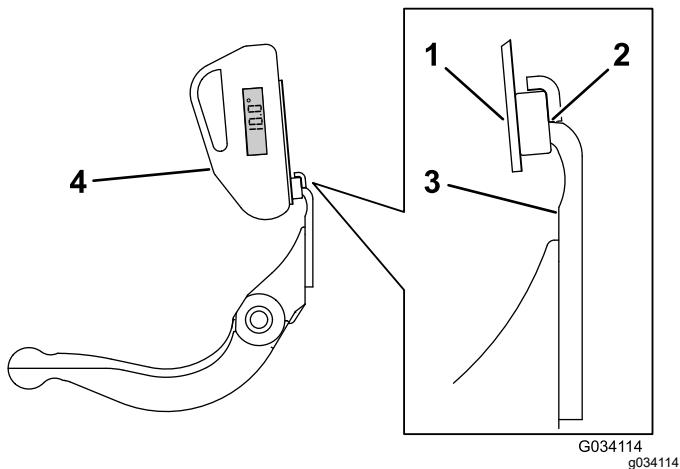

Figura 28
4. Posizionate il supporto del goniometro sul tagliente della controlama, in modo che il bordo del magnete si accoppi con il tagliente della controlama (Figura 28).
4. Posizionate il goniometro sul supporto, come illustrato nella Figura 28.